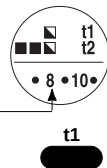

Fig. 11a
- Set temperature **t1** to 08:00 o'clock. The digit corresponding to **t2** disappears and the digits for programming the next hour will flash (09:00 o'clock - fig. 11a).
- Fixer la température **t1** à 08h00. Le chiffre au niveau de **t2** disparaît alors que les chiffres pour la programmation de l'heure suivante clignotent (09:00 - fig. 11a).
- Stellen Sie die Temperatur **t1** für 08:00 Uhr ein. Die Ziffer für **t2** erlischt, die Ziffern für die Programmierung der nächsten Stunde (09:00 Uhr - Abb. 11a) blinken.
- Fissare la temperatura **t1** alle ore 08:00. Scomparire il digit in corrispondenza di **t2** e lampeggiano i digit per la programmazione dell'ora successiva (ore 09:00 - fig. 11a).
- Programar la temperatura **t1** para las 08:00 horas. Desaparece el segmento correspondiente a **t2** y empiezan a parpadear los segmentos de la hora siguiente (09:00 horas - fig. 11a).